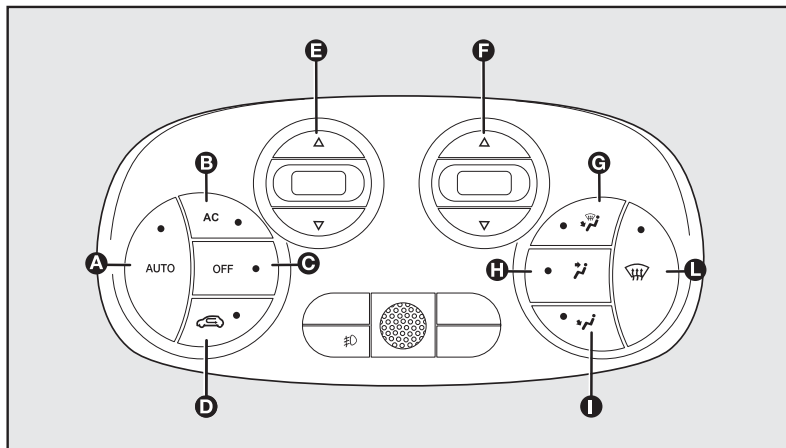

fig. 33
COMANDOS - fig. 33
- todos os LEDs se apagam, exceto botões **OFF** e **D-fig. 33**;